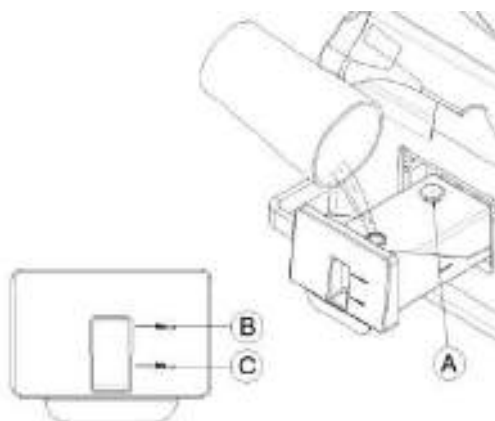
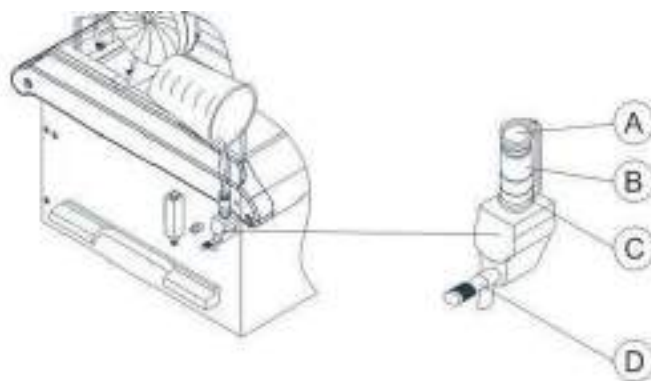

Figura 121 – Nível do reservatório de umidificação passiva para incubadora com corpo em plástico de engenharia
Figura 122 – Nível do reservatório interno de umidificação passiva para corpo metálico
conforme figura 122, e para a incubadora com corpo em plástico de engenharia, a indicação de nível de água está localizado na tampa do reservatório, conforme figura 121.
- Para drenar a água do reservatório do corpo metálico, abra o dreno (D) localizado junto ao indicador de nível, recolhendo a água em um recipiente. O dreno é indicado na figura 122.
Obs.: Ao colocar água destilada no reservatório da figura 121, recomenda-se esperar alguns instantes para que a água passe para o reservatório fixo. Caso a transferência de água para o reservatório interno demore, pressione o reservatório para ajudar na passagem da água e eliminar as bolhas de ar contidas na mangueira.